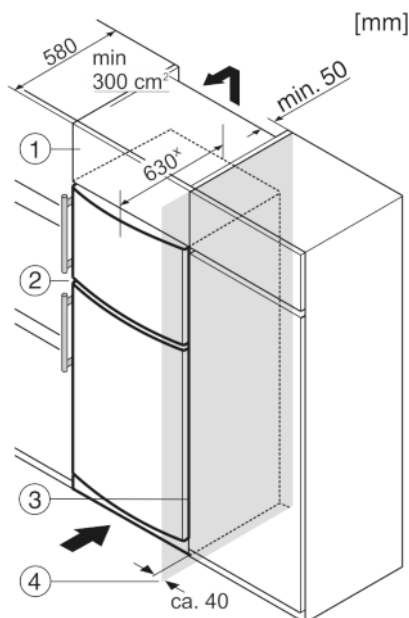

Fig. 9
Urządzenie może zostać obudowane szafkami kuchennymi. Aby dopasować urządzenie *Fig. 9 (2)* do wysokości ciągu szafek kuchennych, można nad urządzeniem umieścić szafkę nasadzaną *Fig. 9 (1)*.
W przypadku obudowania szafkami kuchennymi (głębokość maks. 580 mm) urządzenie można ustawić bezpośrednio obok szafki kuchennej *Fig. 9 (3)*. Urządzenie wystaje z boku o 34 mm \* i na środku urządzenia o 50 mm \* w stosunku do frontu szafek kuchennych.
Jeżeli urządzenie będzie ustawiane z zawiasami do ściany *Fig. 9 (4)*, to pomiędzy urządzeniem i ścianą należy zachować minimalny odstęp, wynoszący 40 mm. Na taką odległość wystaje klamka przy otwartych drzwiach.